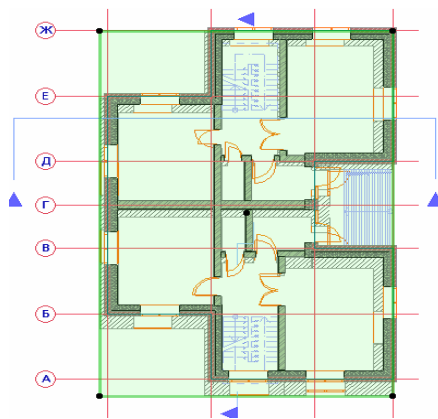
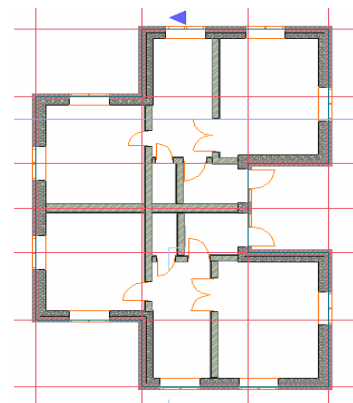

Рис. 65
Рис. 66
3. Поскольку планировка основных конструктивных элементов, кроме лестничных клеток, в соответствии с исходными данными на проектирование завершена, то фоновый чертеж больше не нужен. Поэтому выполните щелчок где-нибудь на контуре этого чертежа для его выделения (рис. 65) и удалите фон-ссылку. План первого этажа с отсутствующим фоном показан на рис. 66.